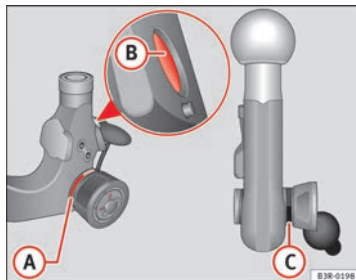

Fig. 165 Dispositivo desmontable para remolque: Rótula
- Compruebe si la marca roja (A) ⇒ fig. 165 de la rueda moleteada se encuentra en la zona negra de la rótula.
- Compruebe si las bolas del perno de bloqueo (B) que se encuentran en los orificios del vástago de encaje están hundidas.
- Compruebe que la rueda moleteada sobresalga claramente de la rótula, de forma que entre ambas quede una ranura (C).